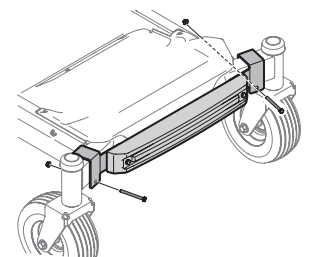

Figura 38
- Acople el conjunto de barra de contrapeso al eje delantero con un tornillo de 3-1/4" (710-3056) y tuerca con brida (712-04063) del paquete de herrajes 689-02200 del lado izquierdo. Repita lo mismo para el lado derecho. En este momento no apriete completamente. Consulte la Figura 38.